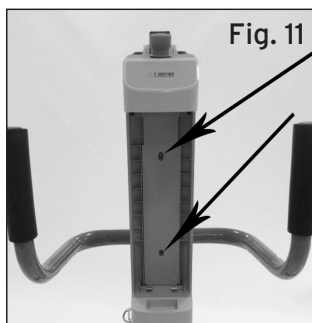

Fig. 11
2. Inserire la centralina sulla staffa appena montata facendola scorrere dall'alto verso il basso e bloccarla con le viti. (Fig.11)